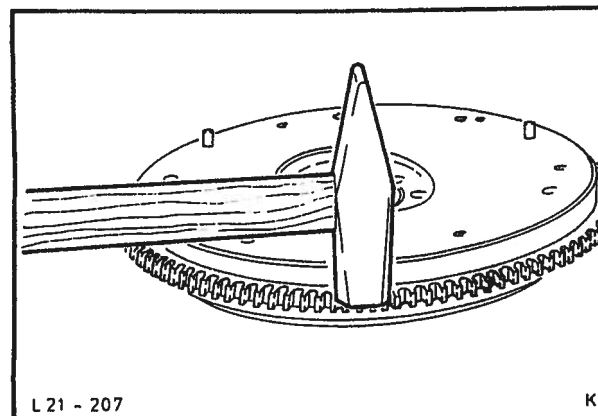

Fig. 162 Demontering av tannkrans fra svinghjul.
2. Skill tannkransen fra svinghjulet ved bruk av en lett hammer, fig. 162.